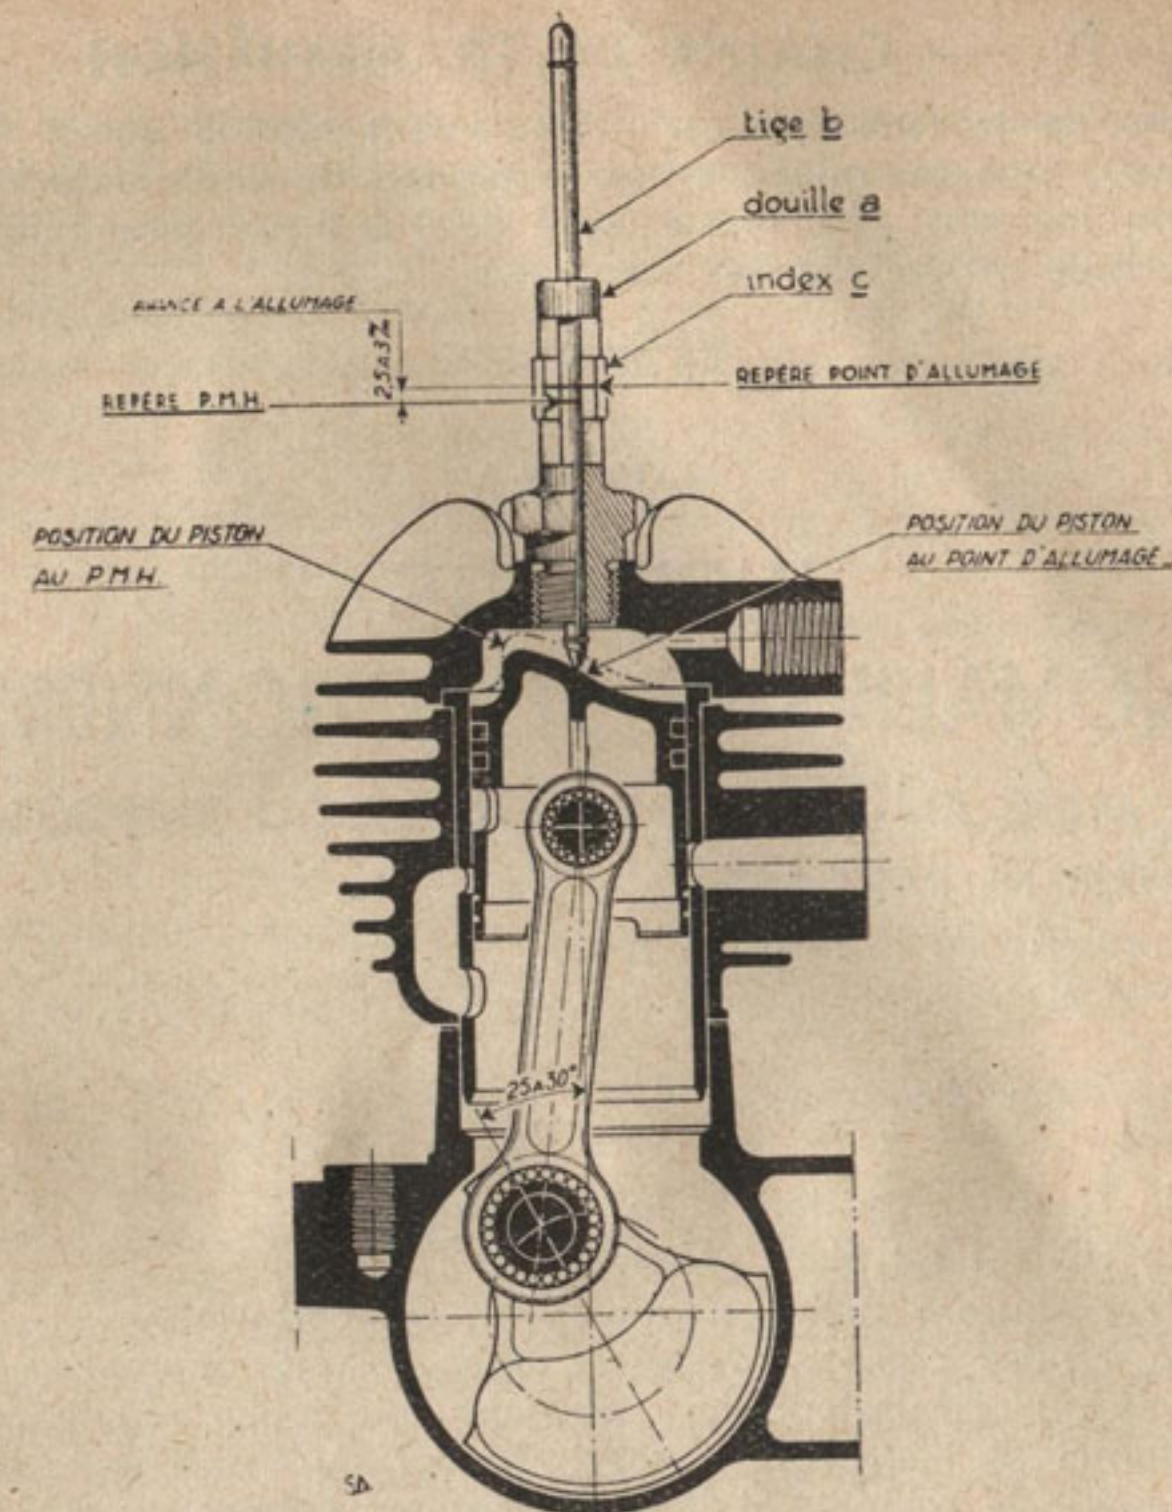

Fig. 10 - Réglage de l'avance à l'allumage.
c) Le calage du volant sur le vilebrequin doit être effectué de manière que l'ouverture des vis platinées (moment où les repères du rotor et du stator coïncident) ait lieu 27° ou 30° avant le point mort haut (avance à l'allumage); ce qui correspond à 2,5 ou 3 mm sur la course du piston (voir fig. 10).